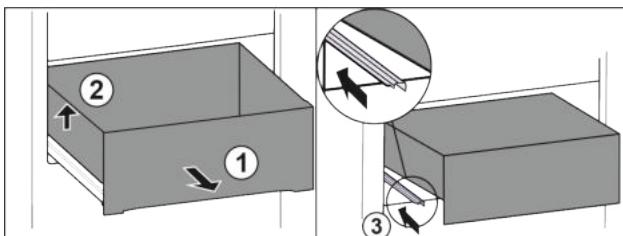

Fig. 12
- Изтеглете чекмеджето докрай. Fig. 12 (1)
- Повдигнете чекмеджето отляво. Fig. 12 (2)
- Вкарайте лявата релса. Fig. 12 (3)